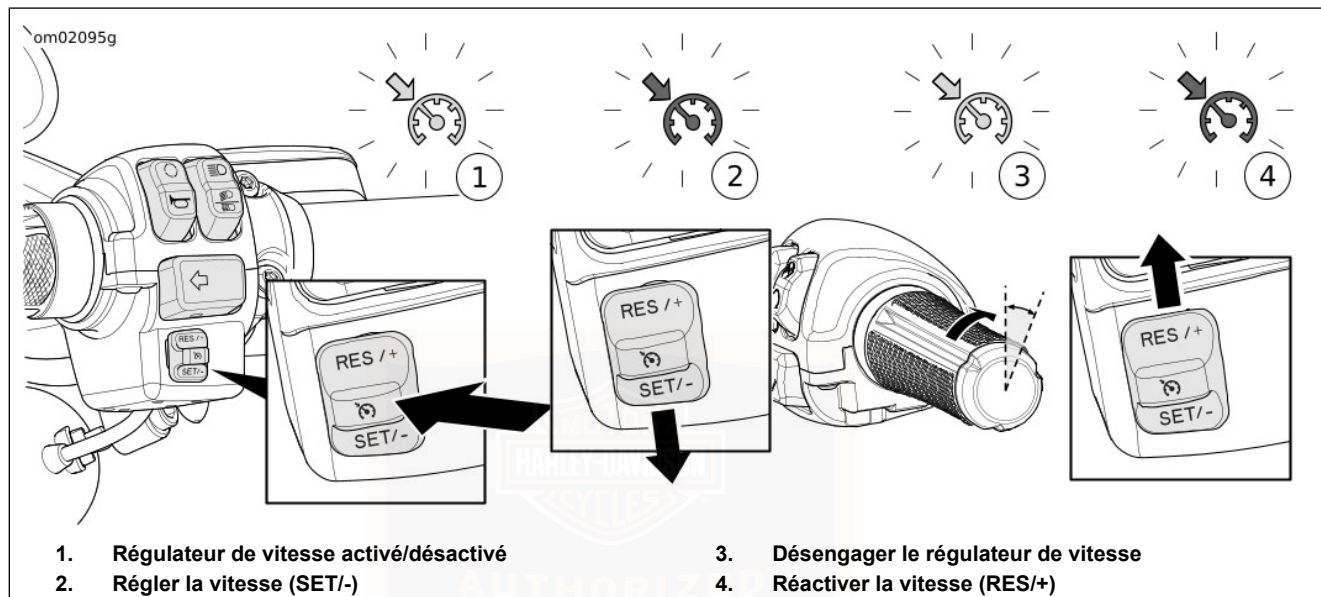

Figure 18. Régulateur de vitesse
Voir Figure 18. Appuyer sur le commutateur du régulateur de vitesse pour activer le régulateur de vitesse (1). Lorsque le régulateur de vitesse est activé, son icône sur la face de l'indicateur de vitesse s'allume en orange.
Voir Figure 18. Lorsque la moto atteint la vitesse souhaitée, pousser le commutateur SET/- (RÉGLAGE/-) vers le bas pour définir la vitesse constante réglée (2). L'icône de régulateur de vitesse passe de l'orange au vert.
Voir Figure 18. Pour cesser de circuler à la vitesse constante réglée, passer le papillon en position fermée par le biais du commutateur de désengagement (3).
Voir Figure 18. Si le régulateur de vitesse a été désengagé, mais que le témoin du régulateur de vitesse est orange, une pression sur le commutateur RES/+ (REPRISE/+) engage à nouveau le régulateur de vitesse (4). L'icône s'allume en vert. La moto reprend automatiquement la vitesse constante réglée.